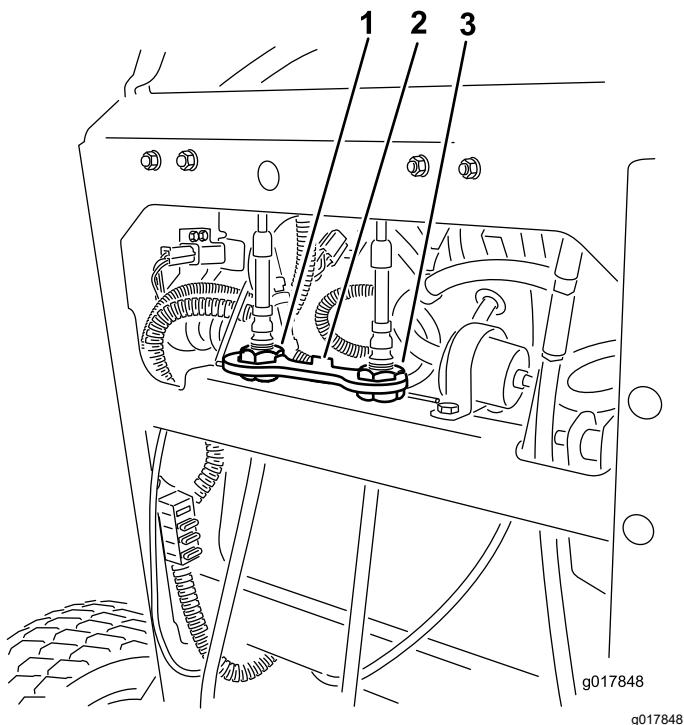

Figure 70
6. Placez la retenue de câble sur les écrous de réglage de câble pour fixer le réglage (Figure 70)